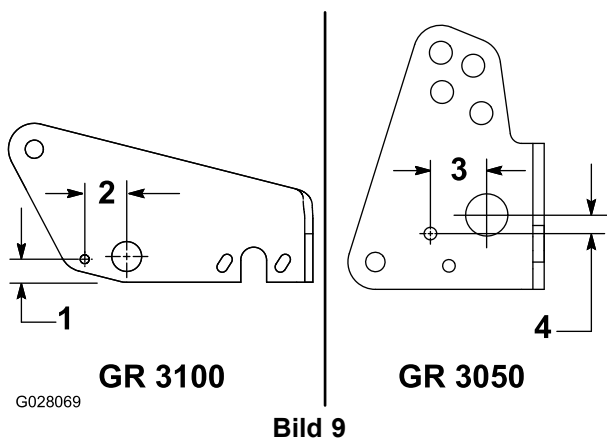

Bild 9
- A. Markieren Sie den Rahmen an den in Bild 9 angegebenen Abmessungen.